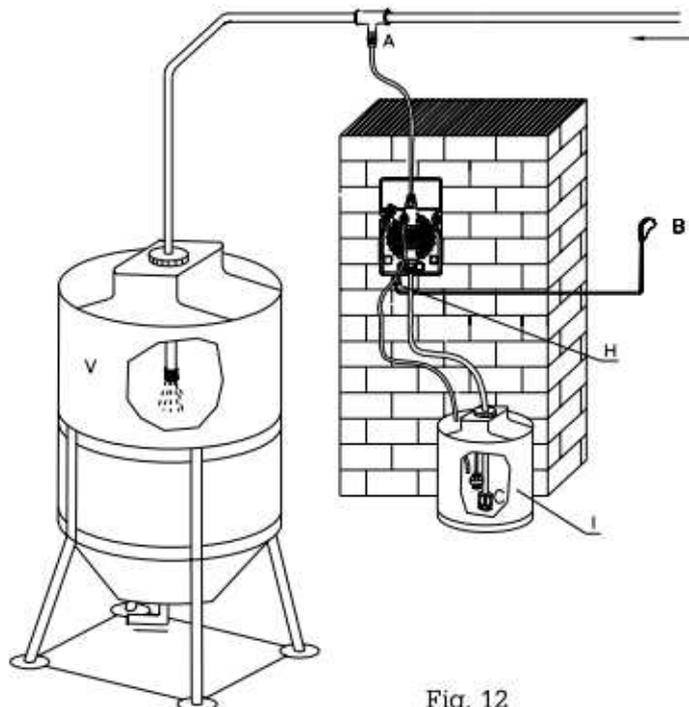

Fig. 12
6.2 Typische Installation (Fig. 12)